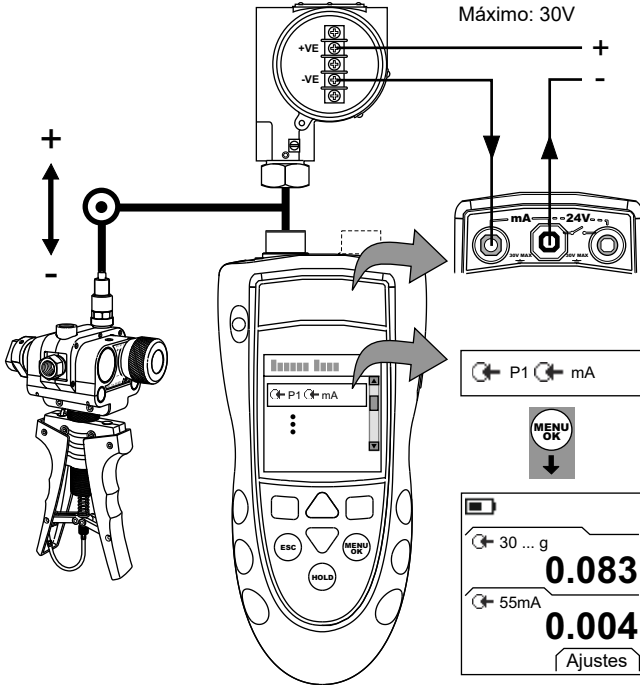
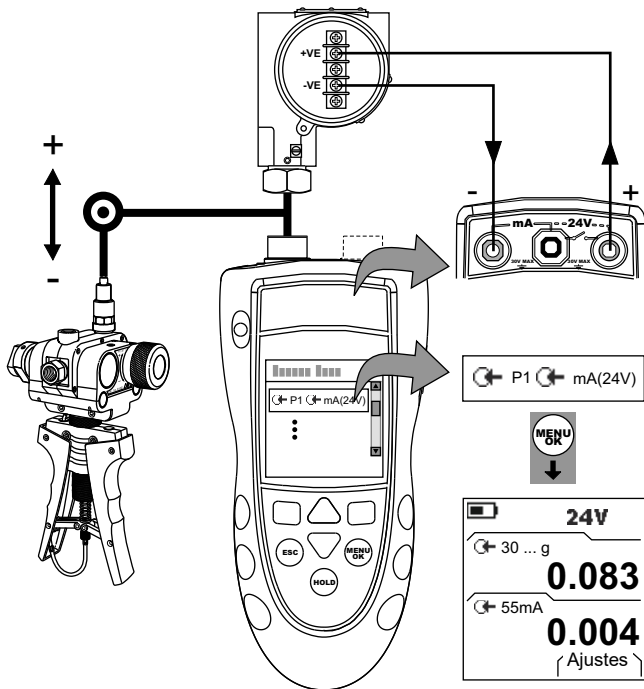

Figura 5: Ejemplo de configuración - Calibración de transmisores con alimentación de lazo externa
Figura 6: Ejemplo de configuración - Calibración de transmisores con alimentación de lazo interna
1. Conecte el instrumento (Figura 5 o Figura 6) y, si es necesario, ajuste las opciones de *Configurar* (Tabla 1).